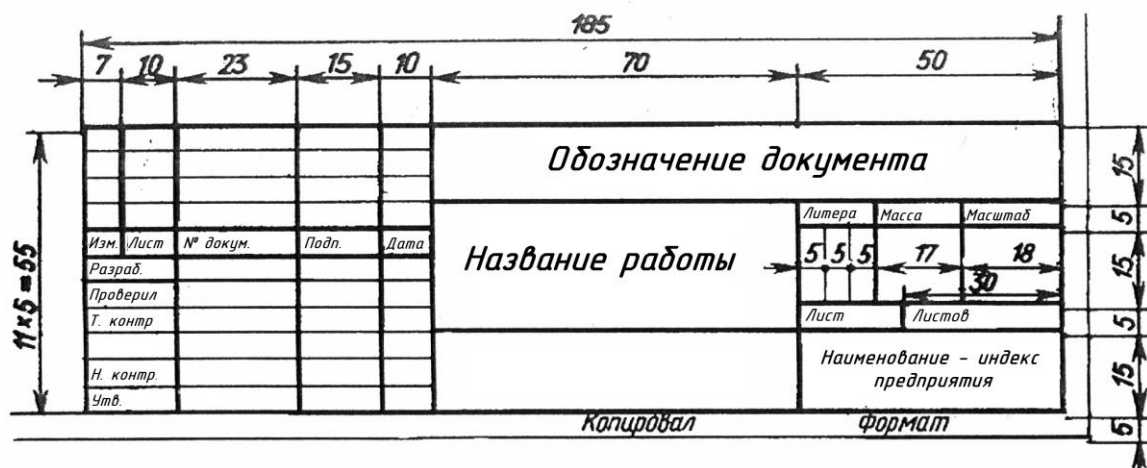

Рис.2 Основная надпись
Форма, содержание и размер графической основной надписи для технических чертежей (рис.2)
- 2.Соблюдая размеры основной надписи (рис.2) вычертите контуры сплошной тонкой линией;